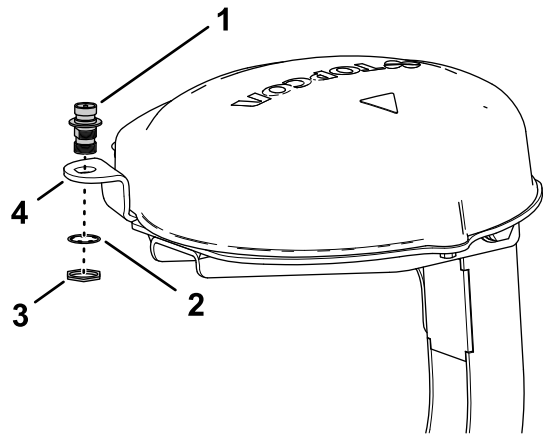

Bild 159
1. Fluchten Sie die Koaxialkupplung durch die Öffnung im RTK-Antennenflansch mit dem Schottgewinde der nach unten zeigenden Kupplung aus (Bild 159).
2. Montieren Sie die Koaxialkupplung mit der Sicherungsscheibe und der Klemmmutter am Flansch der Empfängerplatte und ziehen die Klemmmutter mit der Hand an (Bild 159).